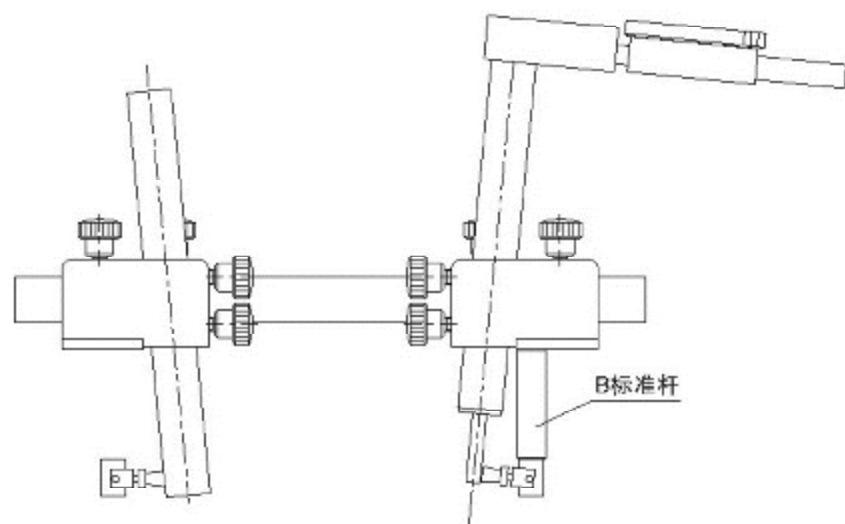

图 7
4.上臂4重复上述过程，如图7所示。完成后将B标准杆放回包装盒。